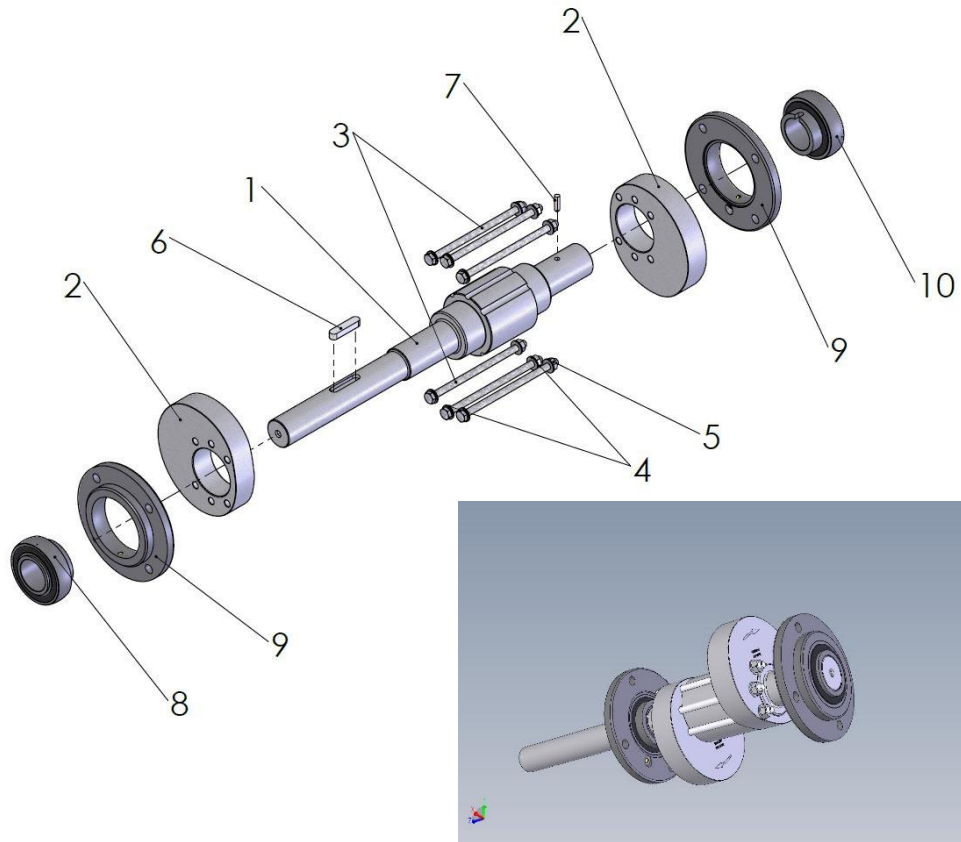

图 8-5: 传动系分解图
- 作业步骤中的部件编号以图 8-5: 传动系分解图为准。
1. 在圆柱销 (7) 上涂抹 Weicon Lock AN306-20 螺纹胶黏剂。
2. 将圆柱销 (7) 压入传动轴 (1)。